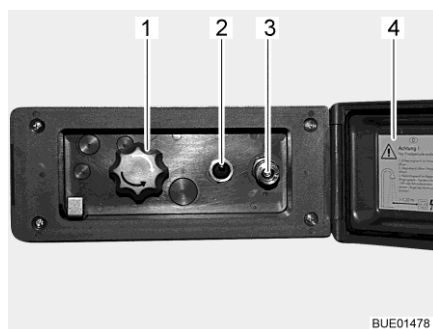

Bild 178 Duschanslutning utsida
- Lås upp och öppna locket (Bild 178,4).
- Anslut ytterduschens slang med snabbkopplingen (Bild 178,3).
- Koppla in vattenpumpen med brytaren (Bild 178,2).
- Ställ in vattentemperaturen enligt önskemål med vredet (Bild 178,1).
- Koppla ur vattenpumpen med brytaren (Bild 178,2).
- Stäng locket (Bild 178,4) och lås det med nyckeln.
- Ställ vredet (Bild 178,1) på mittläget.